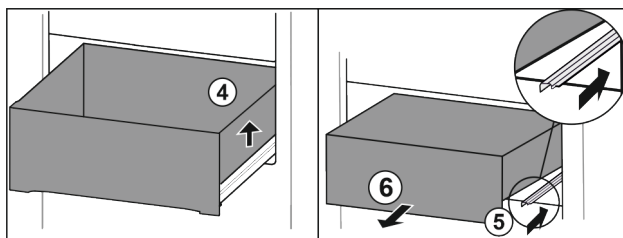

Fig. 16
- ▶ Unieść szufladę po prawej. Fig. 16 (4)
- ▶ Wsunąć prawą szynę. Fig. 16 (5)
- ▶ Wyjąć szufladę do przodu. Fig. 16 (6)